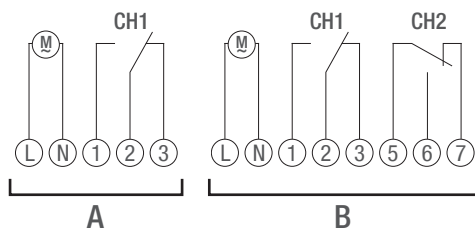

Abb. 9: Schaltbild
3. Zeitschaltuhr gemäß Schaltbild (Abb. 9/A) bzw. (Abb. 9/B) anschließen.